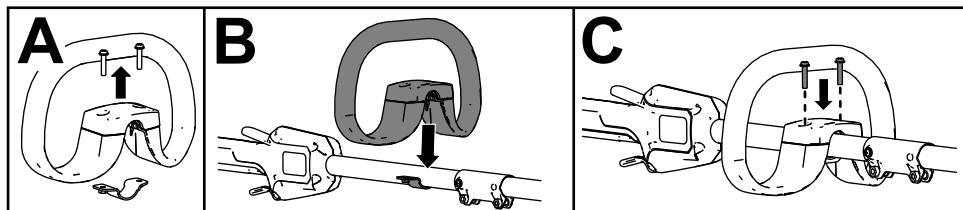

Figure 4
1. Avec un tournevis Phillips, séparez la poignée auxiliaire du support en retirant les 2 vis (A de la Figure 4).
2. Placez la poignée auxiliaire au-dessus de son support sur le manche de la débroussailleuse (B de la Figure 4).
3. Fixez la poignée auxiliaire à son support à l'aide des 2 vis retirées précédemment (D de la Figure 4).